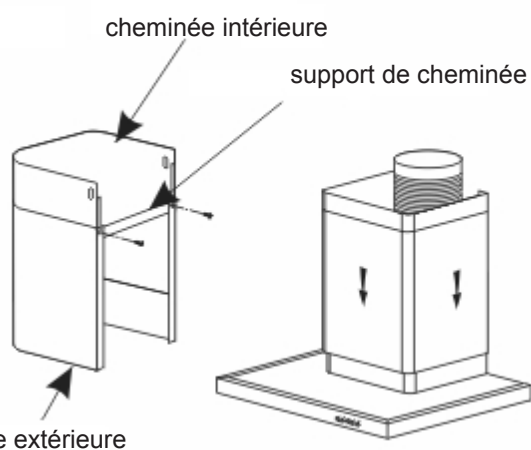

fig. 6
- Fixez l'étrier plat à l'arrière de la cheminée inférieure (fig.6).